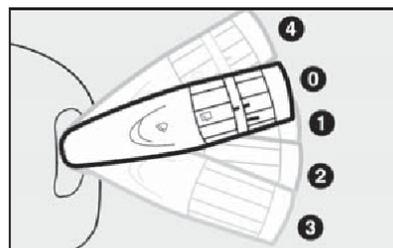

fig. 57
**Limpador/lavador do para-brisa - fig. 57**